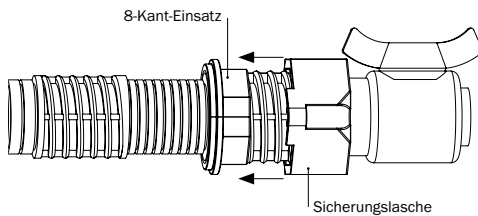

Abbildung 5.5: Sicherungsglasche über 8-Kant-Einsatz schieben
- Die Sicherungsglasche bis zum Anschlag über den 8-Kant-Einsatz schieben (s. Abbildung 5.5).